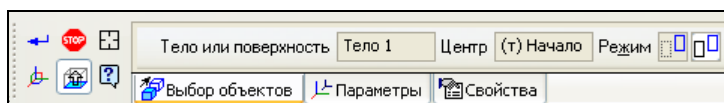

Рис. 8.14. Панель свойств команды **Изменить положение** на вкладке **Выбор объектов**
- ◆ на вкладке **Выбор объектов** (рис. 8.14):